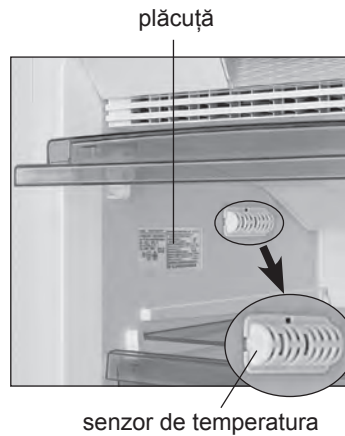

Figura 5
1.7 Congelatorul trebuie să funcționeze într-un interval de temperatură ambientală care corespunde clasei de climă indicată pe plăcuța de identificare (vezi figura 5). Corespondența intervalelor de temperatură cu clasele climatice este prezentată în tabelul 1.
- aproape de senzorul de temperatură, care este situat pe peretele din stânga deasupra raftului de sticlă superior, în conformitate cu figura 5;